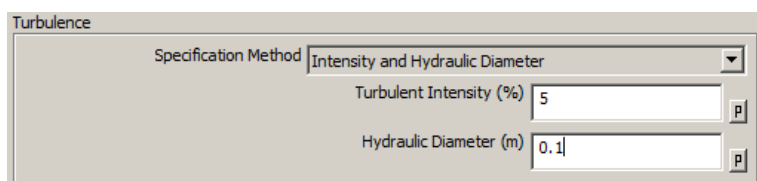

Рис. 43 - Определение параметров турбулентности на входной границе
**Шаг 11.** Для задания параметров турбулентности входящего потока в ГУ входа устанавливается метод определения турбулентности по интенсивности и гидравлическому диаметру (рис. 43). В меню вводятся значения: